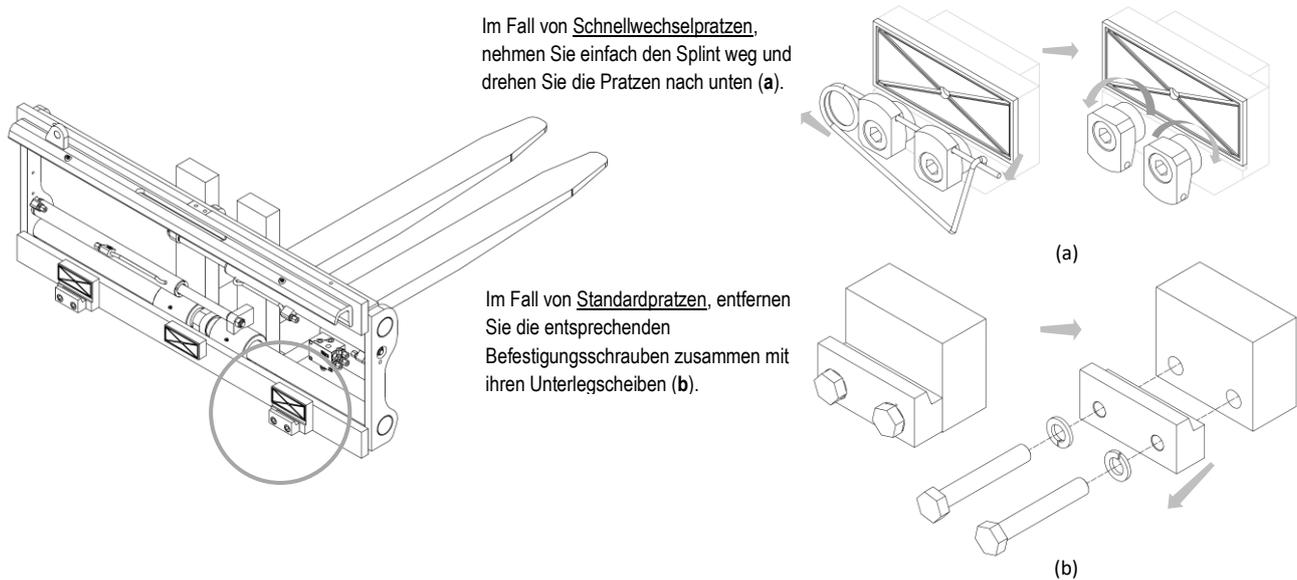

Abbildung 7
7. Entfernen Sie die unteren Haken vom Anbaugerät und fetten Sie die unteren Gleitstücke ein (siehe *Abbildung 7*).